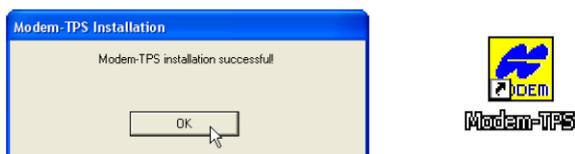

Figura 2-3. Installazione completa e tasto di scelta rapida
- Fare clic su **OK** per completare l'installazione (Figura 2-3).
- Se lo si desidera, creare un collegamento di scelta rapida sul desktop del computer per un accesso rapido a Modem-TPS (Figura 2-3).